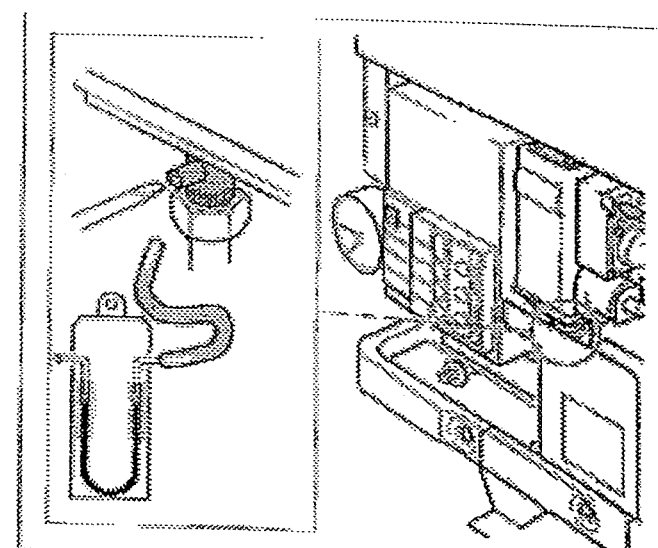

Fig. 30 Misurazione pressione di allacciamento gas
- ◆ Aprire di due giri il tappo a vite del nipples di prova (Fig. 30).